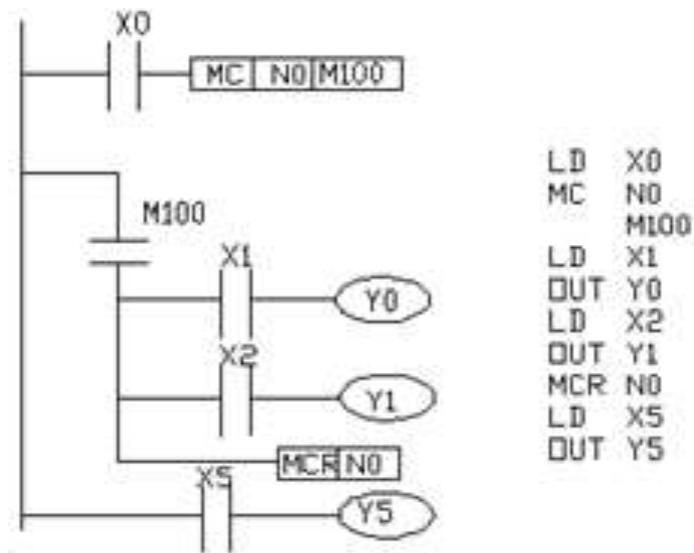

图7.16 主控指令使用
在编程时, 经常会碰到许多线圈同时受一个或一组触点控制的情况, 如果在每个线圈的控制电路中都串入同样的触点, 将占用很多存储单元, 使用主控指令就可以解决这一问题。**MC、MCR**指令的使用如图7.16所示。
3) **MC**指令的输入触点断开时，在**MC**和**MCR**之内的积算定时器、计数器、用复位 / 置位指令驱动的元件保持其先前状态不变；非积算定时器和计数器，用**OUT**指令驱动的元件将复位，如图7.16所示，当**X0**断开，**Y0**和**Y1**即变为**OFF**。